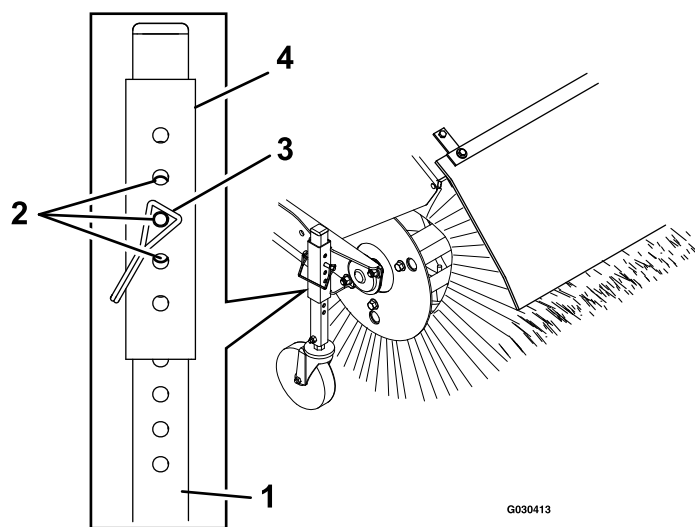

Figura 9
5. Per le regolazioni maggiormente di precisione, fate scorrere il manicotto del regolatore in su o in giù di 1 foro del perno sul tubo della ruota orientabile per regolare l'altezza della spazzola in incrementi di 3 mm (Figura 9). Ripetete le fasi da 3 a 5 per l'altra ruota orientabile.
3. Per regolare l'altezza della spazzola, rimuovete e conservate il perno del manicotto del regolatore e il tubo della ruota orientabile (Figura 9).